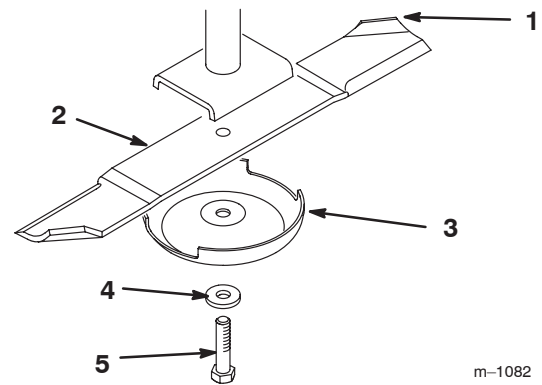
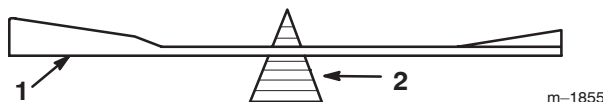

Figure 38
Figure 40
Tenez la lame à son extrémité avec un chiffon ou un gant épais. Enlevez l'écrou de la lame, la rondelle, la coupelle de protection et la lame de l'axe (Fig. 38).
2. Vérifiez l'équilibre de la lame en la plaçant sur un équilibreur (Fig. 40). Si la lame reste horizontale, elle est équilibrée et peut être utilisée. Si la lame est déséquilibrée, limez un peu l'extrémité de la partie incurvée seulement (Fig. 38). Répétez la procédure jusqu'à ce que la lame soit équilibrée.
1. Placez la lame sur l'axe (Fig. 38).
Important Pour une coupe correcte, la partie incurvée de la lame doit être tournée vers le haut et dirigée vers l'intérieur du carter de tondeuse (Fig. 38).
2. Montez la coupelle de protection, la rondelle de blocage et le boulon de fixation de la lame (Fig. 38). Le boulon de lame doit être serré à 115–140 Nm.